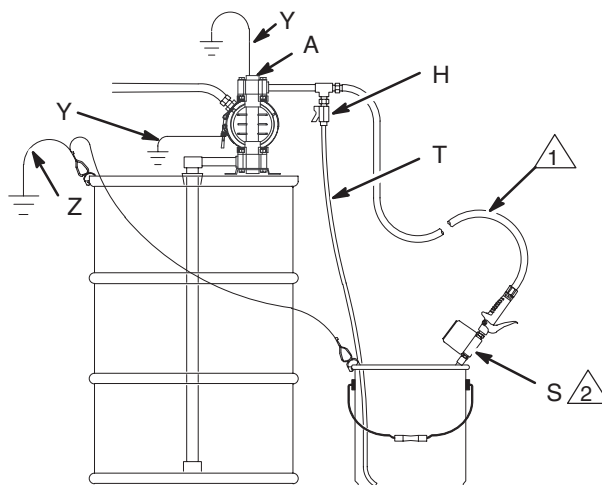

Рис. 3
При перекачивании токопроводящих воспламеняющихся жидкостей **всегда** заземляйте всю систему жидкости, убедившись в наличии электропроводимости всей системы жидкости на землю (см. Рис. 3). **Никогда** не используйте насос из полипропилена или Купар® с непроводящими ток горючими жидкостями, в соответствии с требованиями местных правил противопожарной безопасности.
**ПРИМЕЧАНИЕ:** При перекачивании токопроводящих воспламеняющихся жидкостей насосами из полипропилена или Купар® **всегда** заземляйте систему жидкости. См. **ПРЕДУПРЕЖДЕНИЕ** выше. На Рис. 3 показан рекомендуемый способ заземления емкостей с воспламеняющейся жидкостью во время их заполнения.